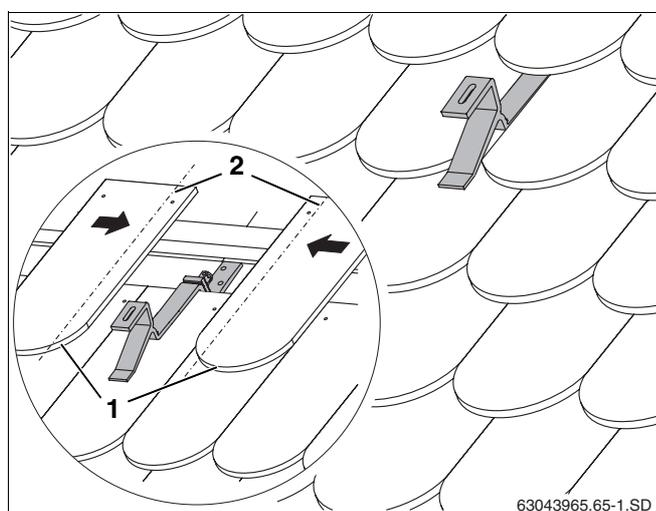

Рис. 20 Кровельный крюк на крыше, покрытой черепицей
- Обрезать примыкающую плоскую черепицу (рис. 20, поз. 1) по штриховой линии (рис. 20, поз. 2).